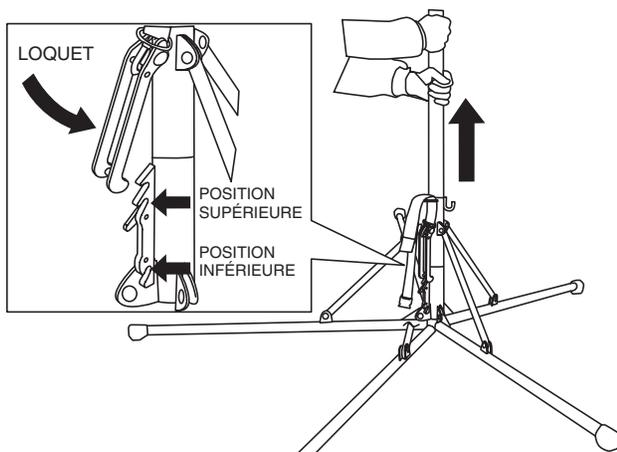

Figure 31. Déverrouiller le loquet
- Soulever le mât tout en tirant la sangle vers le haut (Figure 31).